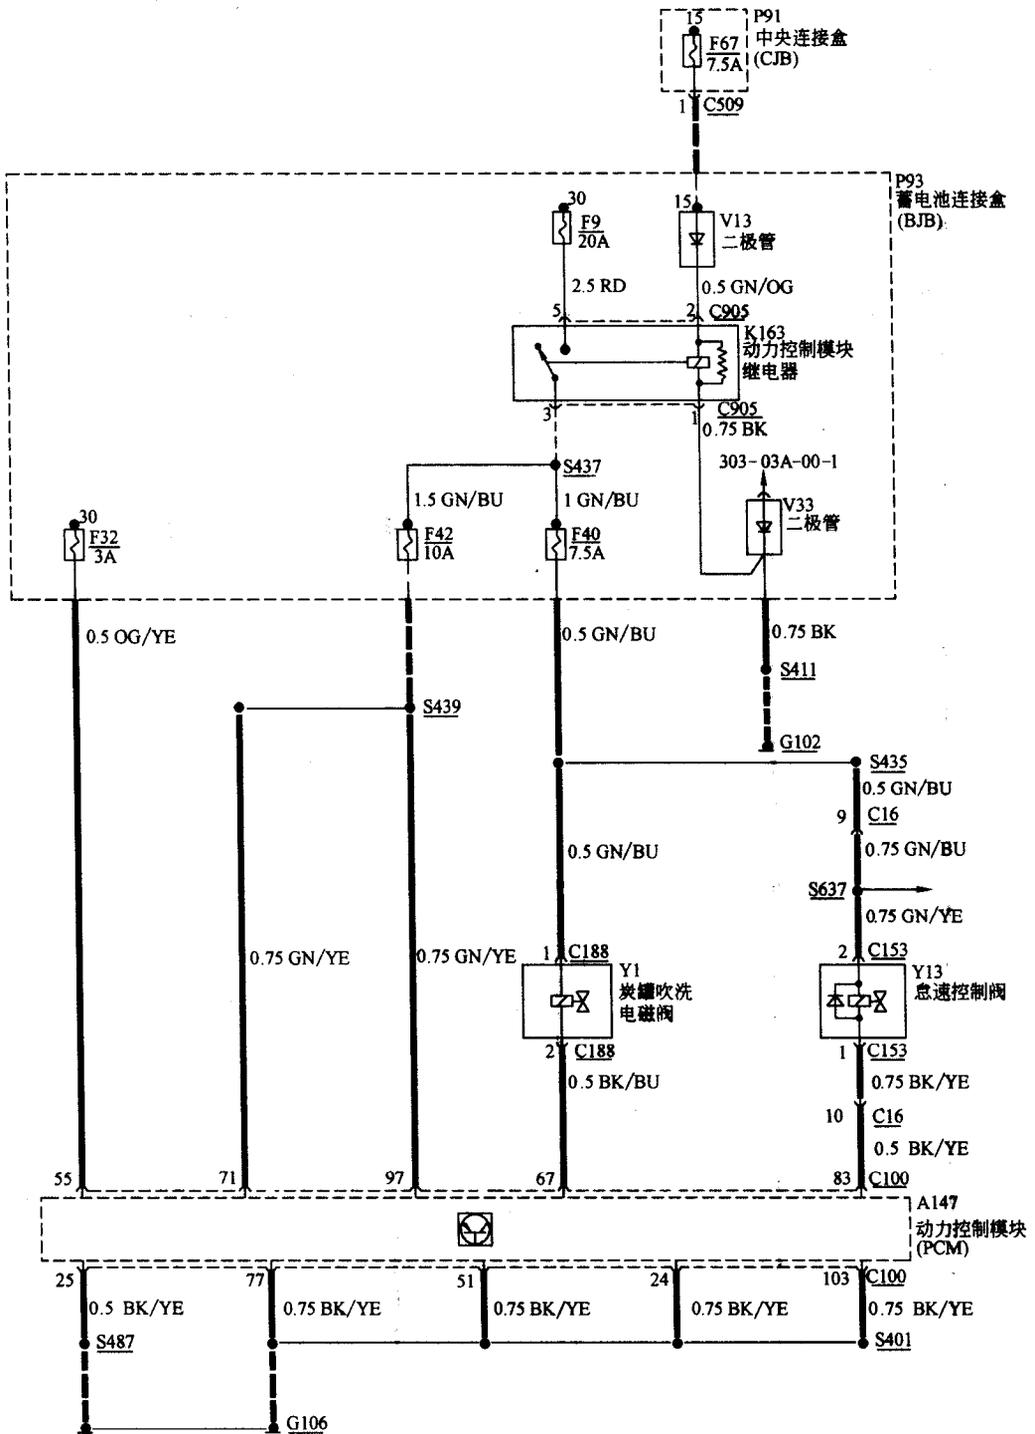

图 1-6 急 速 控 制 阀 和 炭 罐 吹 洗 电 磁 阀 的 控 制 电 路
(6) 怠速控制阀和炭罐吹洗电磁阀的控制电路如图 1-6 所示。